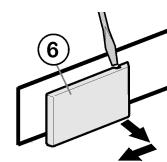

Fig. 7
- Détacher le cache côté poignée Fig. 7 (6) à l'aide d'un tournevis, puis le retirer en le tirant vers l'extérieur.